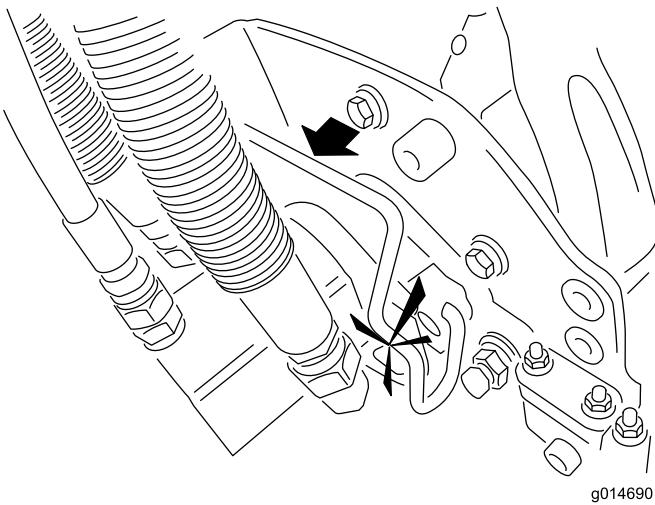

Bild 13
7. Schmieren Sie Keilwelle des Mähwerkmotors mit sauberem Schmiermittel ein (Bild 13).
8. Setzen Sie den Motor in die linke Seite des Mähwerks (aus Sicht der Bedienerstellung) und ziehen Sie die Motorbefestigungsstange am Mähwerk zum Motor, bis Sie einen deutlichen Klicken von beiden Seiten des Motors hören (Bild 13).